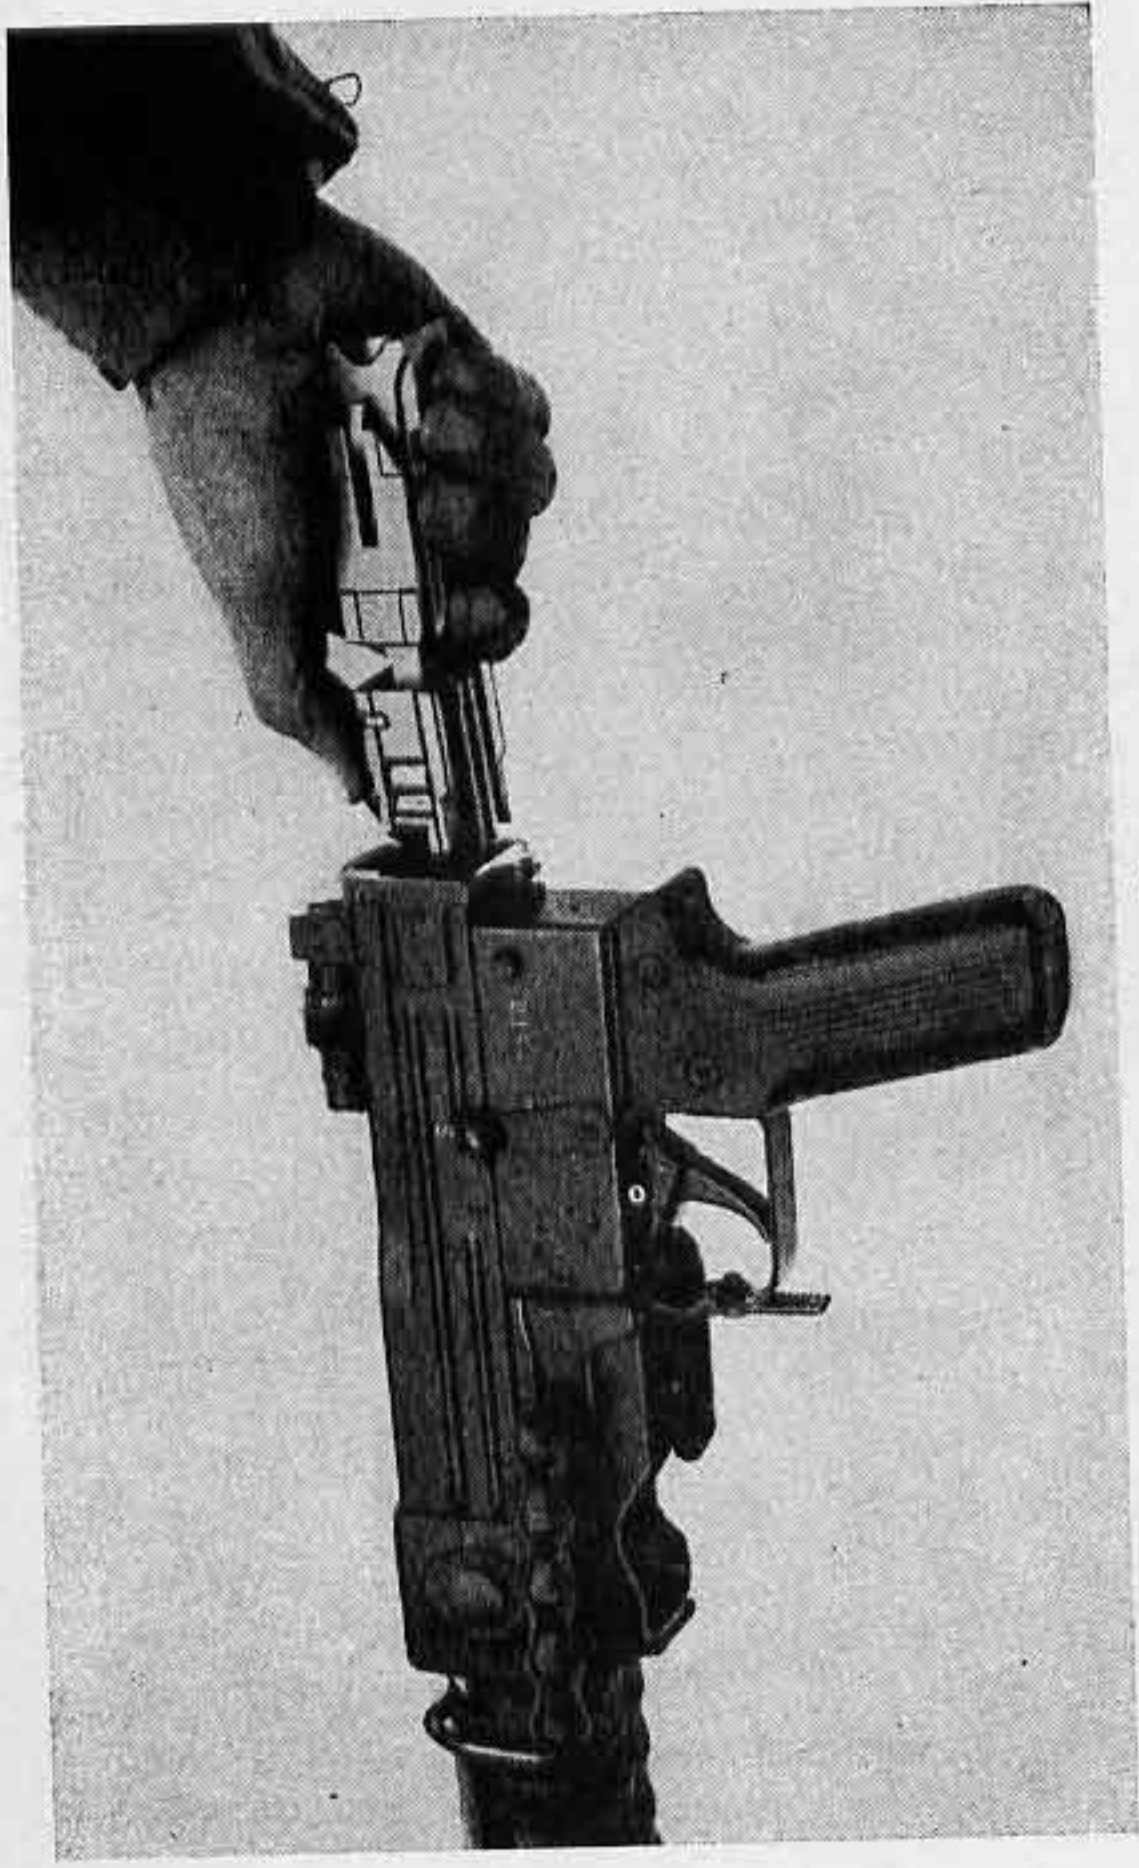

fig 22
- Introduire la culasse jusqu'à la butée arrière de la came conductrice selon la figure 22 : le pouce presse l'éjecteur à droite et l'index maintient la tête de culasse et la came conductrice séparés